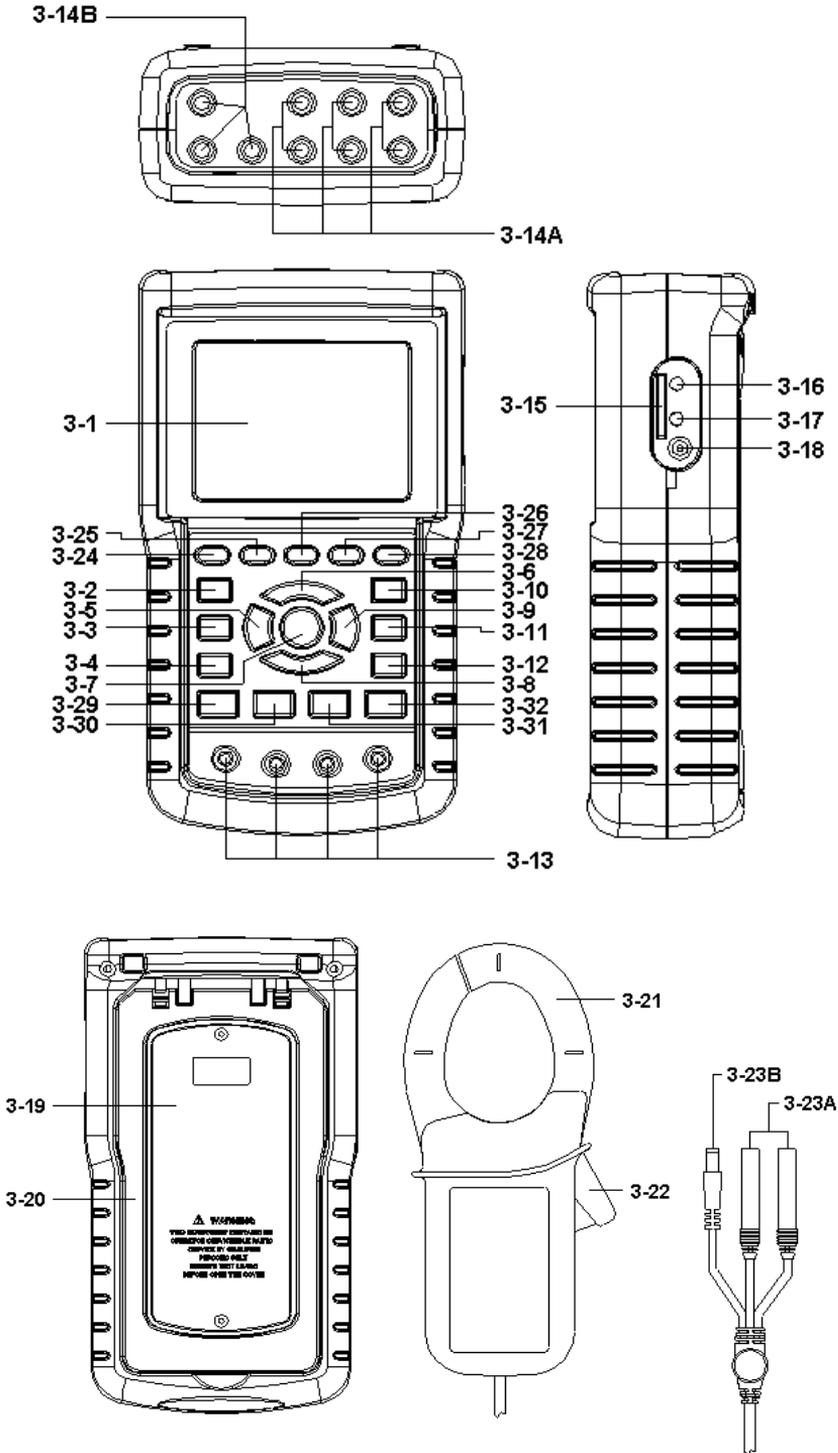

Fig. 1
- 1) TECLA DE ENCENDIDO (3-7, Fig. 1):
- 2) TECLA 1 Φ 3 Φ (fase/cable) KEY (3-2, Fig. 1): Pulse la tecla para seleccionar modo de función de medición (1P/2W, 1P/3W, 3P/3W, 3P/4W).
- 3) TECLA RANGO A (corriente)(3-10, Fig. 1):
- 4) TECLA REC (3-9, Fig. 1):
- 5) TECLA HOLD (3-5, Fig. 1):
- 6) LUZ DE FONDO (3-6, Fig. 1):
- 7) TECLA SETUP (3-12, Fig. 1):
- 8) TECLA EXIT (3-8, Fig. 1):
- 9) TECLA SHIFT (3-11, Fig. 1):
- 10) TECLA UP (▲) (3-3, Fig. 1):
- 11) TECLA DOWN (▼) (3-4, Fig. 1):
- 12) Tecla izquierda de análisis de armónicos (3-24, Fig. 1)
- 13) Tecla de armónicos (3-25, Fig. 1)
- 14) Tecla derecha de análisis armónicos (3-26, Fig. 1)
- 15) Tecla seleccionar análisis armónico V1,V2,V3, A1,A2,A3 (3-27, Fig. 1)
- 16) Función de tensión o corriente de armónicos (3-28, Fig. 1)
- 17) Tecla medición de potencia (3-29, Fig. 1)
- 18) Tecla diagrama de fase (3-30, Fig. 1)
- 19) Tecla de forma de onda de tensión y de corriente (3-31, Fig. 1)
- 20) Tecla de transitorios (3-32, Fig. 1)